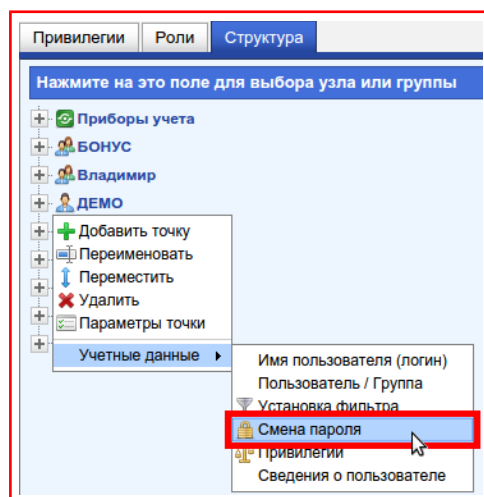

Рисунок 9.80 — Пункт «Смена пароля»
- 2) В появившемся меню вызвать подменю **«Учётные данные»**, в котором выбрать пункт **«Смена пароля»**, рисунок 9.80;